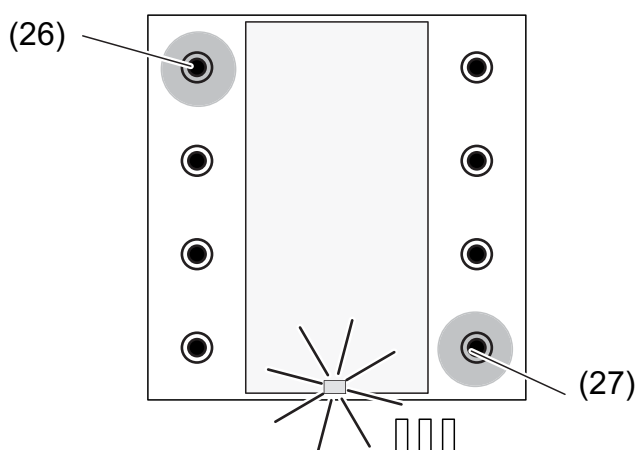

Bild 8: Tasten zur Aktivierung des Programmiermodus
- Programmiermodus aktivieren. Dazu am Grundmodul Taster oben links (26) drücken und gedrückt halten (Bild 8). Dann zweiten Taster unten rechts (27) drücken. Der Programmiermodus ist aktiviert. Die Betriebs-LED (26) am Grund- und Erweiterungsmodul blinken schnell (ca. 8 Hz).